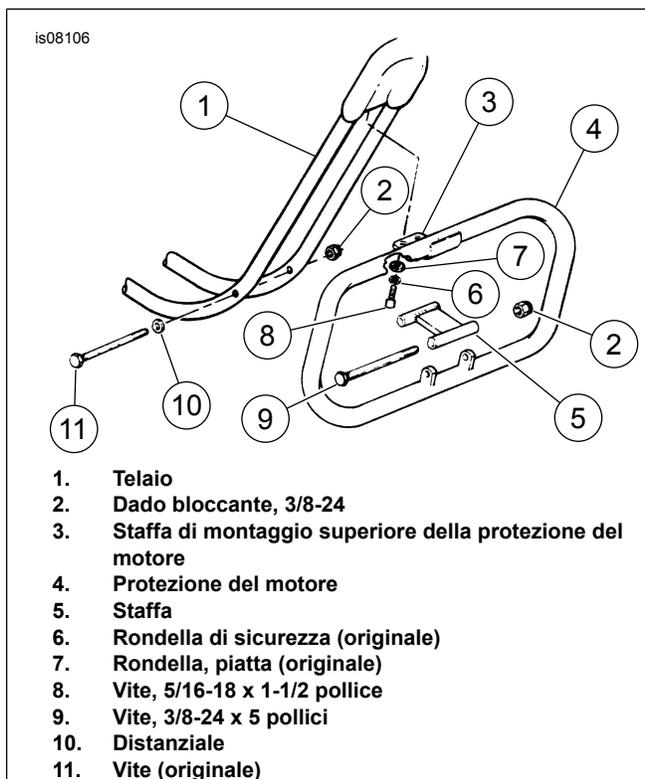

Figura 3. Installazione (modelli con generatore)
1. Vedere Figura 3. Rimuovere viti (8), rondelle di sicurezza (6) e rondelle piatte (7) dalla parte inferiore del canotto dello sterzo. Eliminare le viti originali (11). Conservare le rondelle per il rimontaggio. Non rimuovere le rondelle di compensazione tra il telaio e la staffa del motore.
2. Rimuovere la vite (11), il distanziale (10) ed il dado (2) dai tubi discendenti del telaio.
3. Fissare la staffa (5), N° codice 49014-85, alla protezione del motore (4) usando la vite (9) ed il dado bloccante (2). Serrare la vite (9) ad una coppia di 44,7 N·m (33 ft-lb).
4. Posizionare la staffa di montaggio superiore della protezione del motore (3) sotto il canotto dello sterzo, con la staffa (5) allineata ai fori del tubo discendente del telaio. Collocare le rondelle di sicurezza (6) e le rondelle piatte originali (7) sulle viti (8). Inserire le viti (8) attraverso la staffa superiore della protezione del motore, l'attacco superiore del motore e avvitarle nei fori filettati del canotto dello sterzo.
5. Inserire la vite originale (11) attraverso i tubi discendenti del telaio e la staffa (5). Collocare il nuovo dado bloccante (2) sulla vite (11) e serrare ad una coppia di 44,7 N·m (33 ft-lb).
6. Serrare le viti (8) ad una coppia di 25,7 N·m (19 ft-lb).